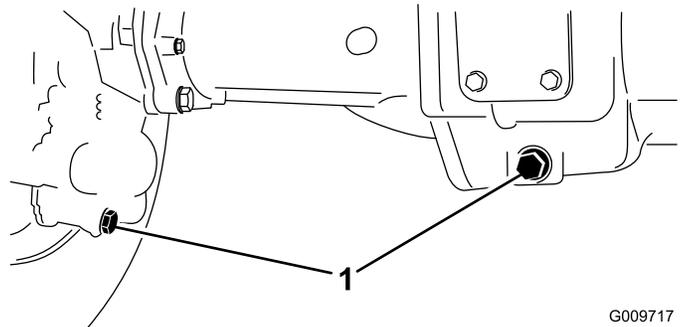

Bild 92
2. Reinigen Sie den Bereich um die drei Ablassschrauben, d. h. jeweils eine an beiden Enden und eine in der Mitte (Bild 92).